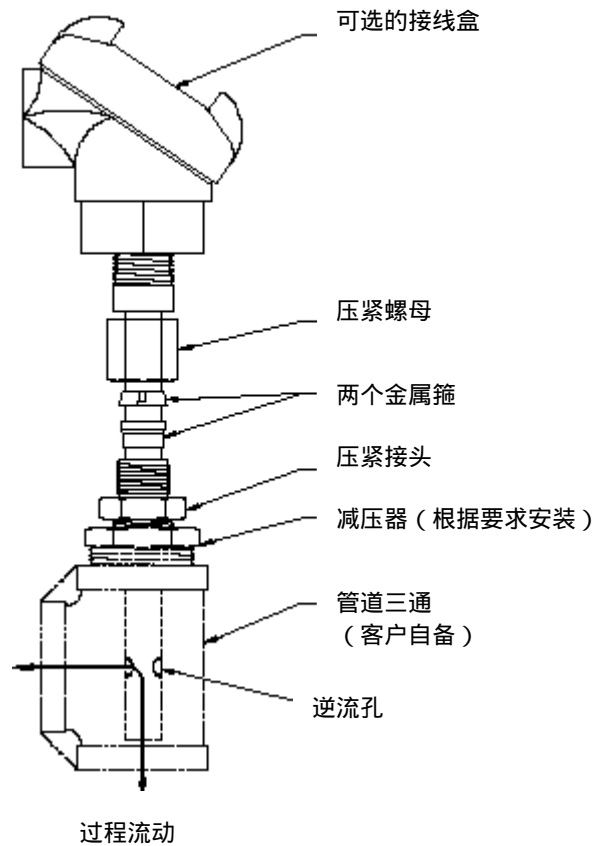

图 2-3 插入式安装的压紧装置部件图
**注意：**正确地将金属箍安到传感器上，如图2-3所示，以获得有效的密封。
**注意：**旋转传感器，将其中一个“逆流孔”对准现有的过程流体通道，如图2-3所示。
**注意：**参考图 2-3 正确地定位金属箍到传感器上，以获得有效的密封。